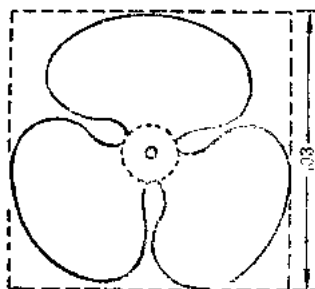

图 1
1. 风扇叶片：把 103×103 [毫米]²的薄铁皮按图1所